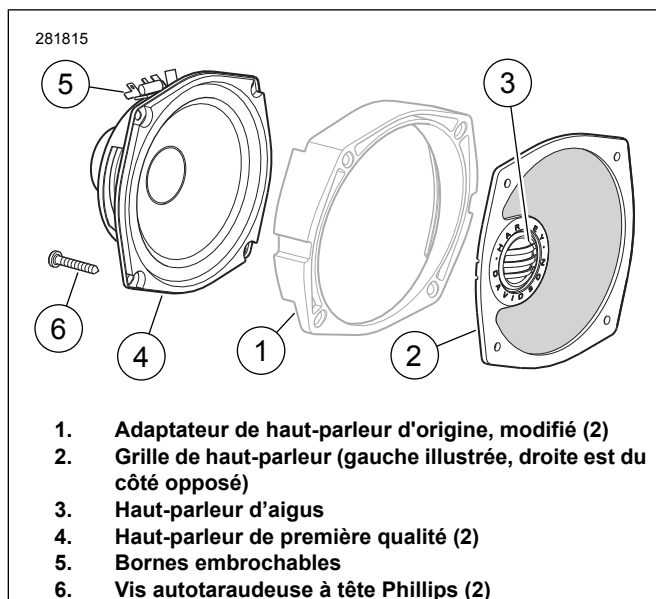

Figure 4. Composants de kit de haut-parleurs avant Boom! Audio pour Electra Glide et Trike
Voir la figure 4. Positionner la nouvelle grille correcte de haut-parleur (2) contre la face de l'adaptateur (1) tel qu'illustré, avec le bord épais de l'adaptateur en haut et le haut-parleur d'aigus (3) sur le côté extérieur du véhicule. Acheminer les fils du haut-parleur d'aigus entre la grille et l'adaptateur sur le côté extérieur. Positionner un nouveau haut-parleur (4) contre la face arrière de l'adaptateur tel qu'illustré, avec les bornes embrochables (5) orientées vers le haut.
4. Aligner les trous de montage dans le haut-parleur, l'adaptateur et la grille. Utiliser les deux vis TORX® longues retirées précédemment pour attacher les trois composants au carénage intérieur par les deux trous du haut. Voir la figure 4. Utiliser une nouvelle vis à tête Phillips (6) du kit dans le trou extérieur du bas, pour fixer le renfort de support de carénage sous la tête de vis. Le trou du côté intérieur inférieur n'est pas utilisé.